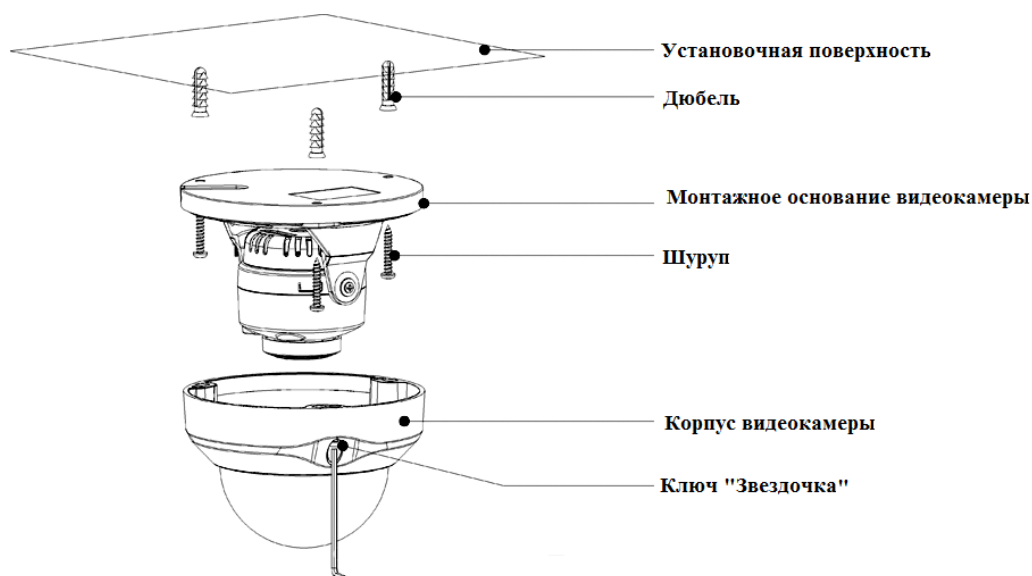

Рисунок 3
4.6 Прикрепите монтажное основание видеокмеры к установочной поверхности (рис.3).